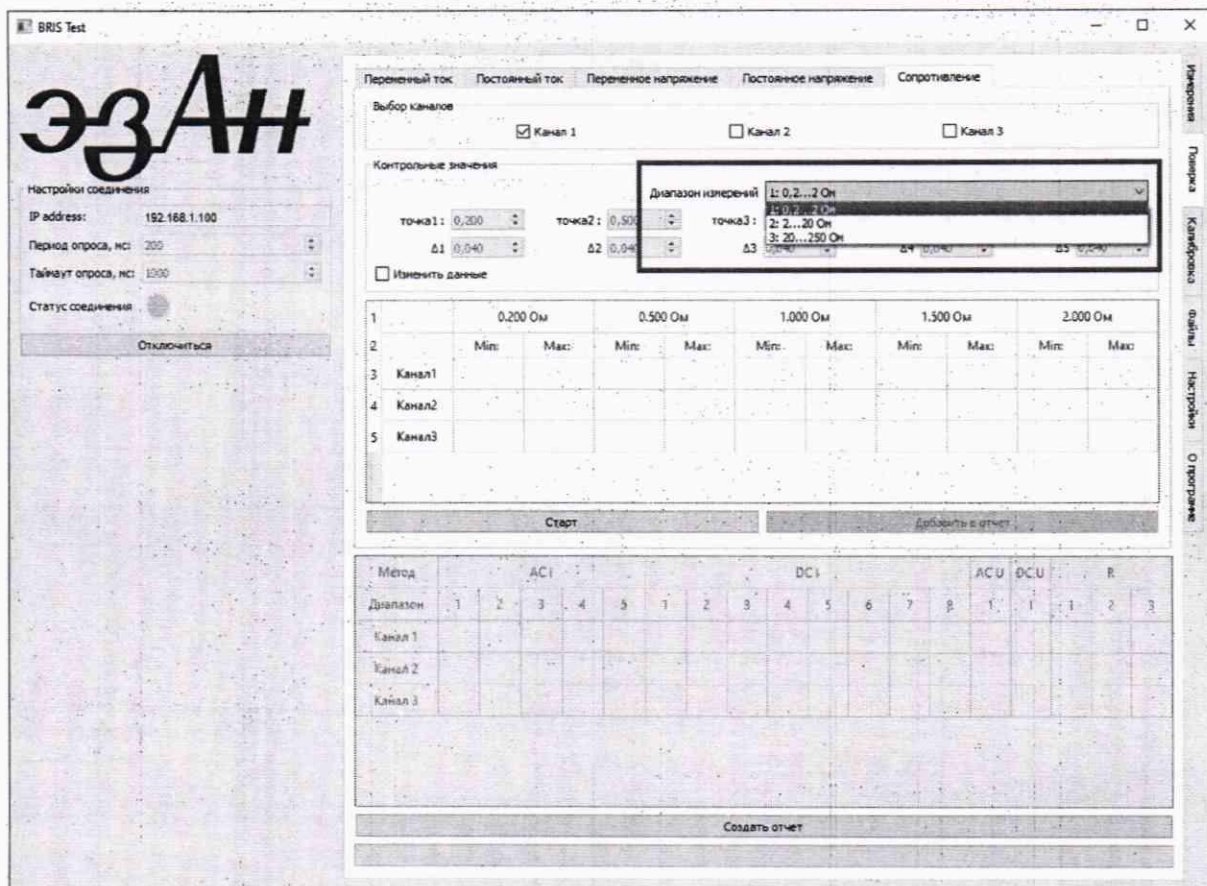

Рисунок 14
5. Выбрать первый диапазон измерений, рисунок 14, затем галочкой выбрать первый канал Блока и нажать кнопку «Старт», рисунок 15.